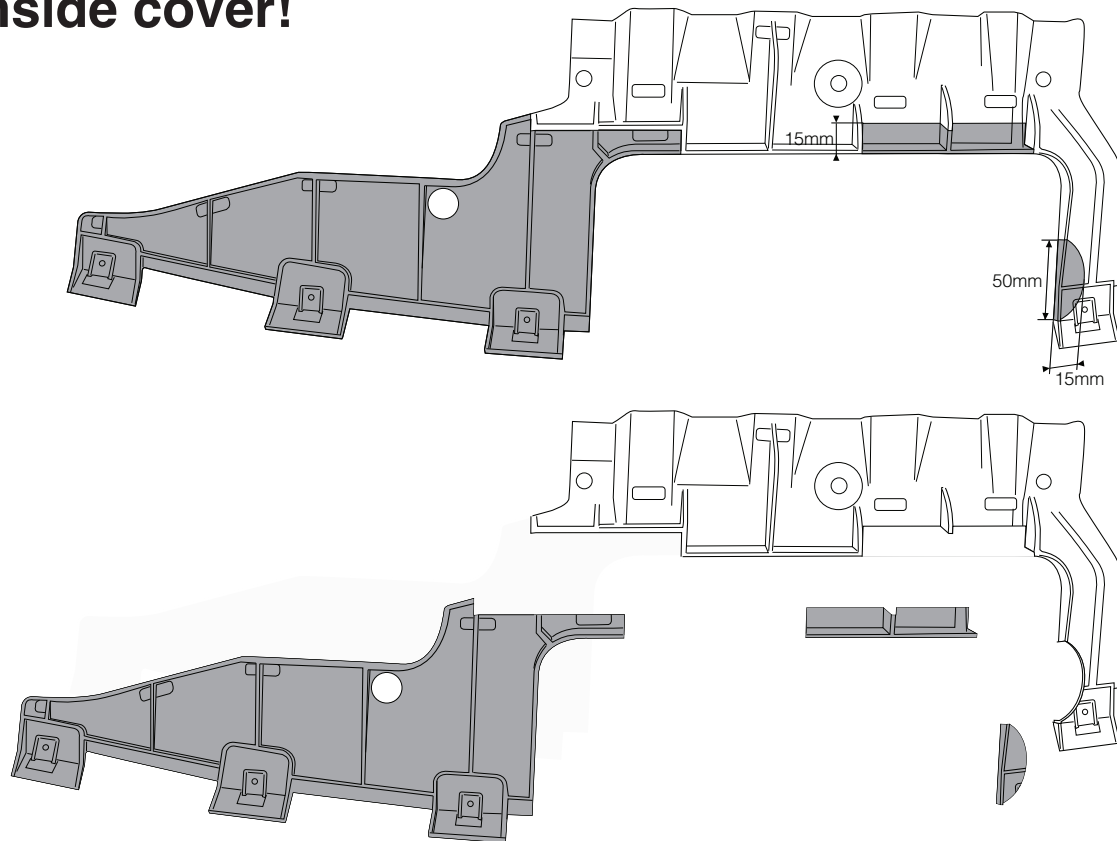

Fig.3
10. Выпилить часть из закрывающей пластины, как указано на рис. 3.